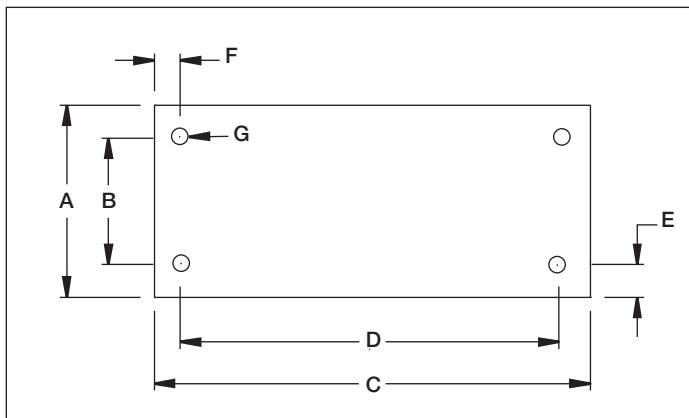

Figur 2, ZG Luftinstallasjon
4.1 Tankens Luftelokk (se figur 2).